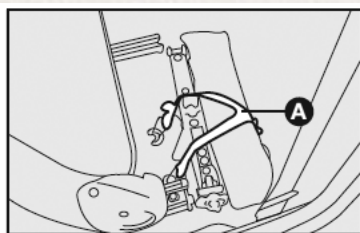

fig. 9
- Levante el asiento del conductor y suelte la cinta elástica A-fig. 9 que sujeta la bolsa portaherramientas y triángulo reflejante.